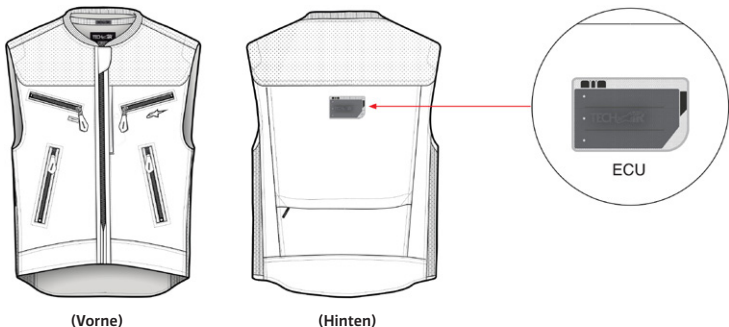

Abbildung 1 - Standort des Sensors
Das System besteht aus einer Weste mit einem integrierten Airbag-Steuergerät (mit eingebauten Sensoren) und einer LED-Anzeige (2) (Abbildung 1). Die elektronische Airbag-Steuereinheit enthält einen triaxialen Beschleunigungsmesser und ein triaxiales Gyroskop (auch als Sensorcluster bezeichnet). Diese Sensoren überwachen den Körper des Benutzers auf Erschütterungen oder unerwartete Bewegungen. Sollte der Körper des Benutzers einer hohen und/oder plötzlichen Energiemenge ausgesetzt sein, wird das System ausgelöst. Dies kann der Fall sein, wenn das Motorrad in einen Unfall verwickelt ist, z. B. wenn das Motorrad mit einem anderen Fahrzeug oder einem Hindernis kollidiert, wenn der Fahrer die Kontrolle über das Motorrad verliert oder wenn der Fahrer vom Motorrad stürzt.